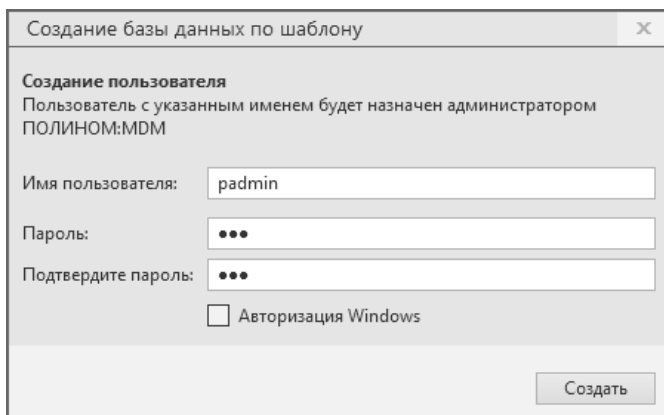

Рис. 4.48
7. Нажмите кнопку **Создать**. После создания базы данных откроется окно для регистрации пользователя и назначения ему прав администратора ПОЛИНОМ:MDM (рис. 4.48).